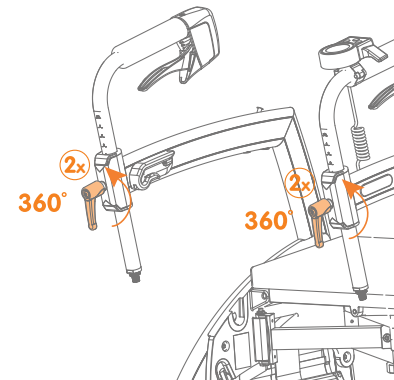
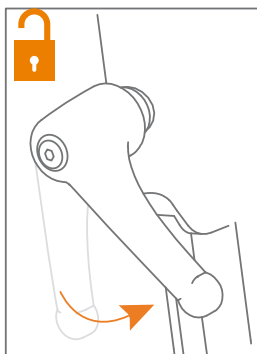

Abbildung 22: Lockern Sie die Einstellhebel.
Abbildung 23: Drehen Sie gegen den Uhrzeigersinn.
- Lockern Sie die Einstellhebel gegen den Uhrzeigersinn (Abbildung 22) und (Abbildung 23).